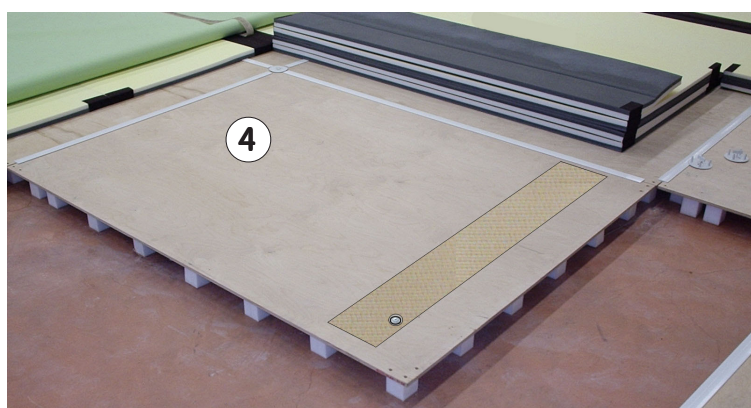
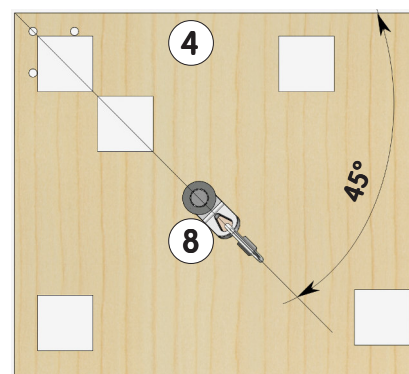

Figure 16
Figure 18
- Démontez les bordures du plancher pour accéder aux plaques d'angles **(3)** et **(4)** (2 x 1,5 m) (voir **Fig. 15** et **Fig. 16**).
- Monter le plat d'haubanage **(8)** à l'aide de la visserie **(5)**, **(6)**, et **(7)**, sous chaque plaque suivant **Fig. 16**, en l'orientant à 45° suivant **Fig. 18**, avant de serrer pour bloquer sa rotation.